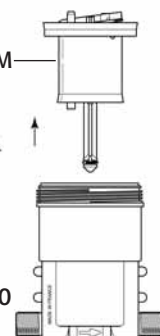

Fig. 20
- Trek de zuigermotor naar boven uit het huis (fig. 20-M).